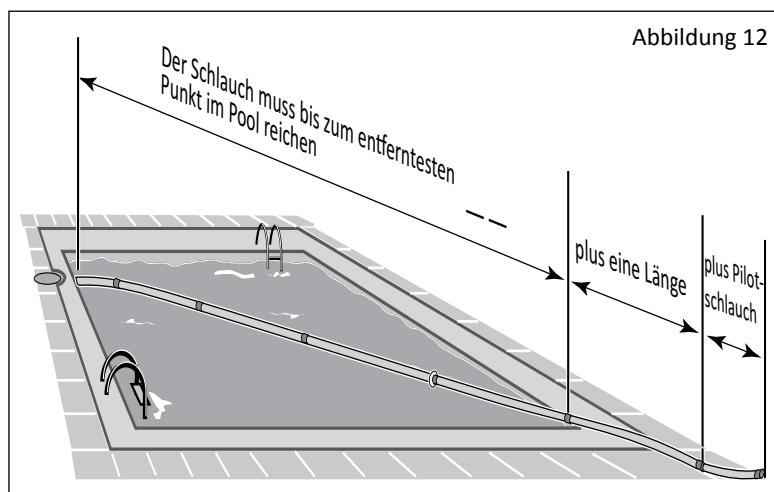

Abbildung 12
2. Der Schlauch sollte lang genug sein, um bis zum Ende des Pools zu reichen, wozu noch ein Schlauchabschnitt und das kurze Anschluss-Schlauchstück hinzuzurechnen sind. Siehe **Abbildung 12**.